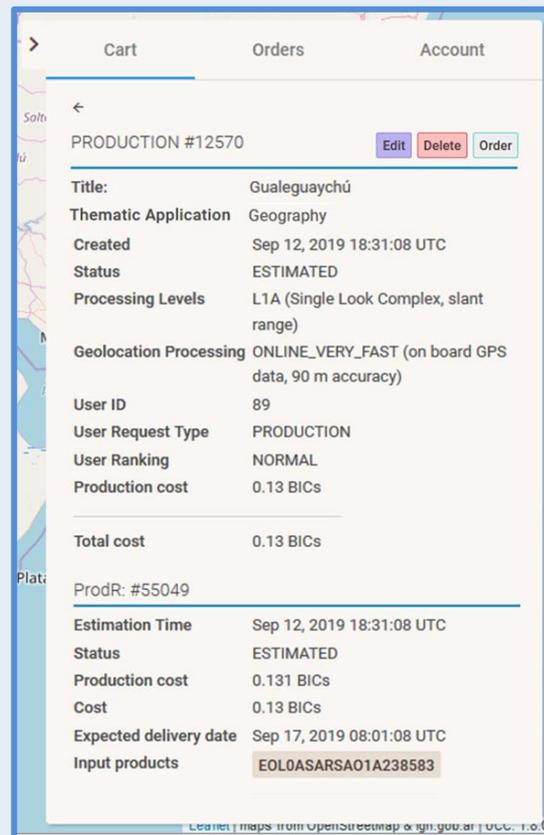

Figura 27: Panel de información del producto solicitado para producción.
- Información  : Permite consultar más detalles sobre un pedido en particular. Una vez seleccionada se desplegará el panel de información del pedido de producción, como muestra la Figura 27.
La información del pedido se encuentra agrupada en dos secciones (ver Figura 27):
- Para aceptar/confirmar y darle curso al pedido de producción, es necesario seleccionar la opción: dentro de la sección **Cart** (Carrito) (ver Figura 27).
En el sector **Cart** (Carrito) de la sección de actividades del usuario, ingresando al panel de información del pedido (ver Figura 27), se tendrán las siguientes herramientas:
- **Edición** Edit (ver Figura 27): Permite editar los parámetros del pedido. Al seleccionar la herramienta se desplegará la ventana con las opciones que permiten ser editadas. La Figura 30 muestra un ejemplo de esta operación.
Figura 33: En la sección **Orders** (Pedidos) se muestra información reducida y el estado de los pedidos realizados por el usuario. (El ejemplo se corresponde con el presentado en la Figura 27).